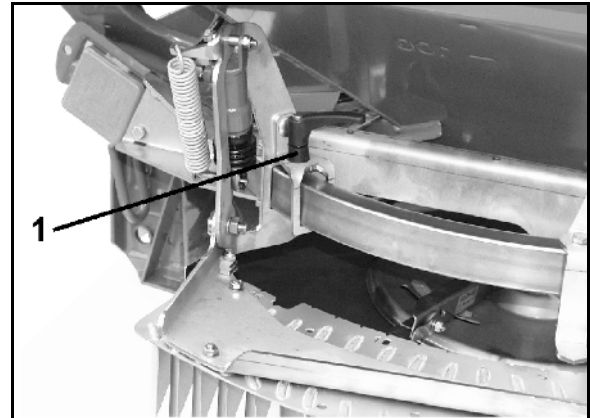

Рис. 70
1. Для цього відпустіть затискний важіль (Рис. 70/1).